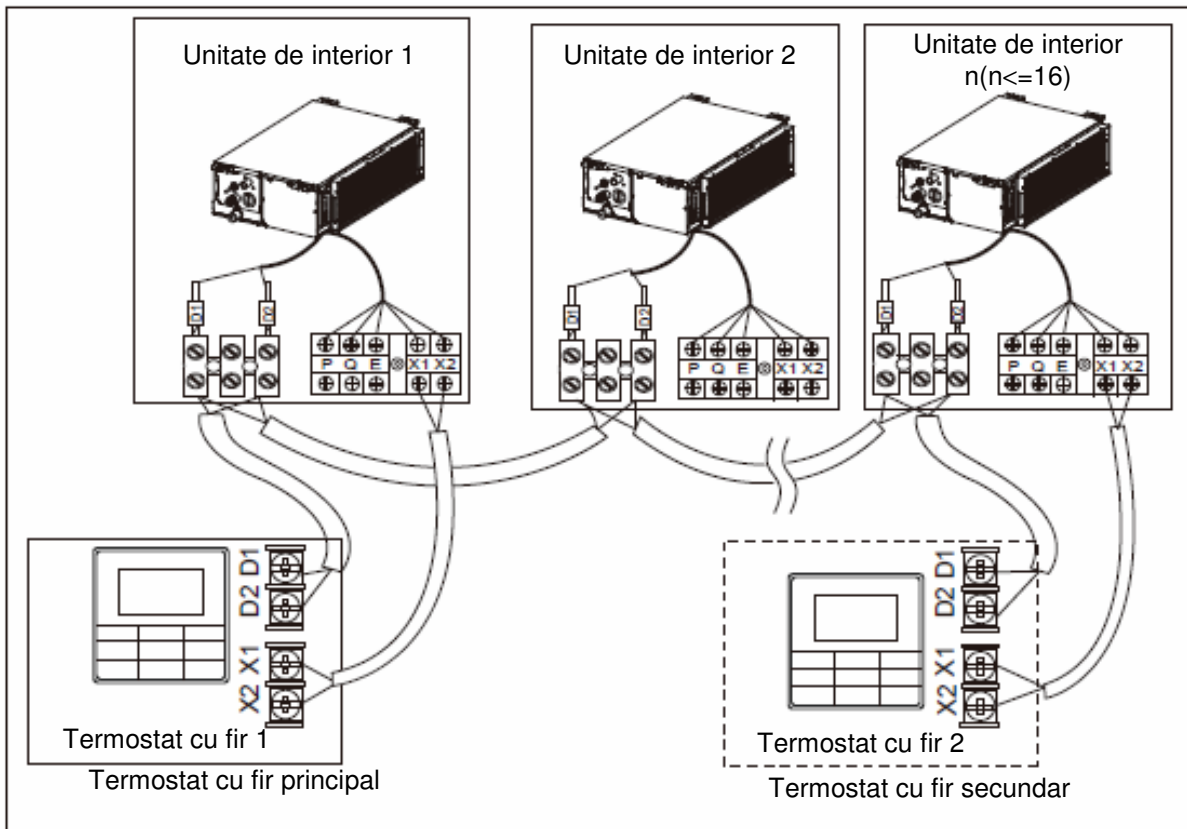

Figura 7.8
- Utilizati un termostat cu fir pentru a comanda mai multe unitati de interior sau 2 termostate cu fir (un termostat principal si unul secundar) pentru a comanda mai multe unitati de interior (a se vedea Figura 7.8);